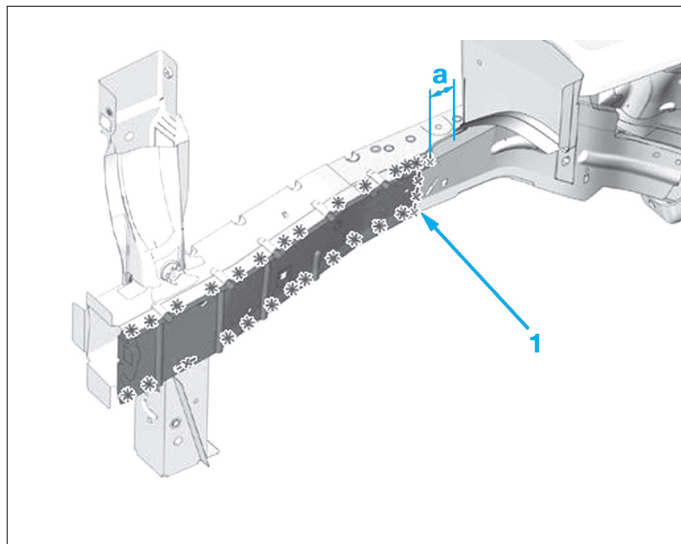

FIG. 8
- Découper les points (1) de renfort du longeron (Fig.8).